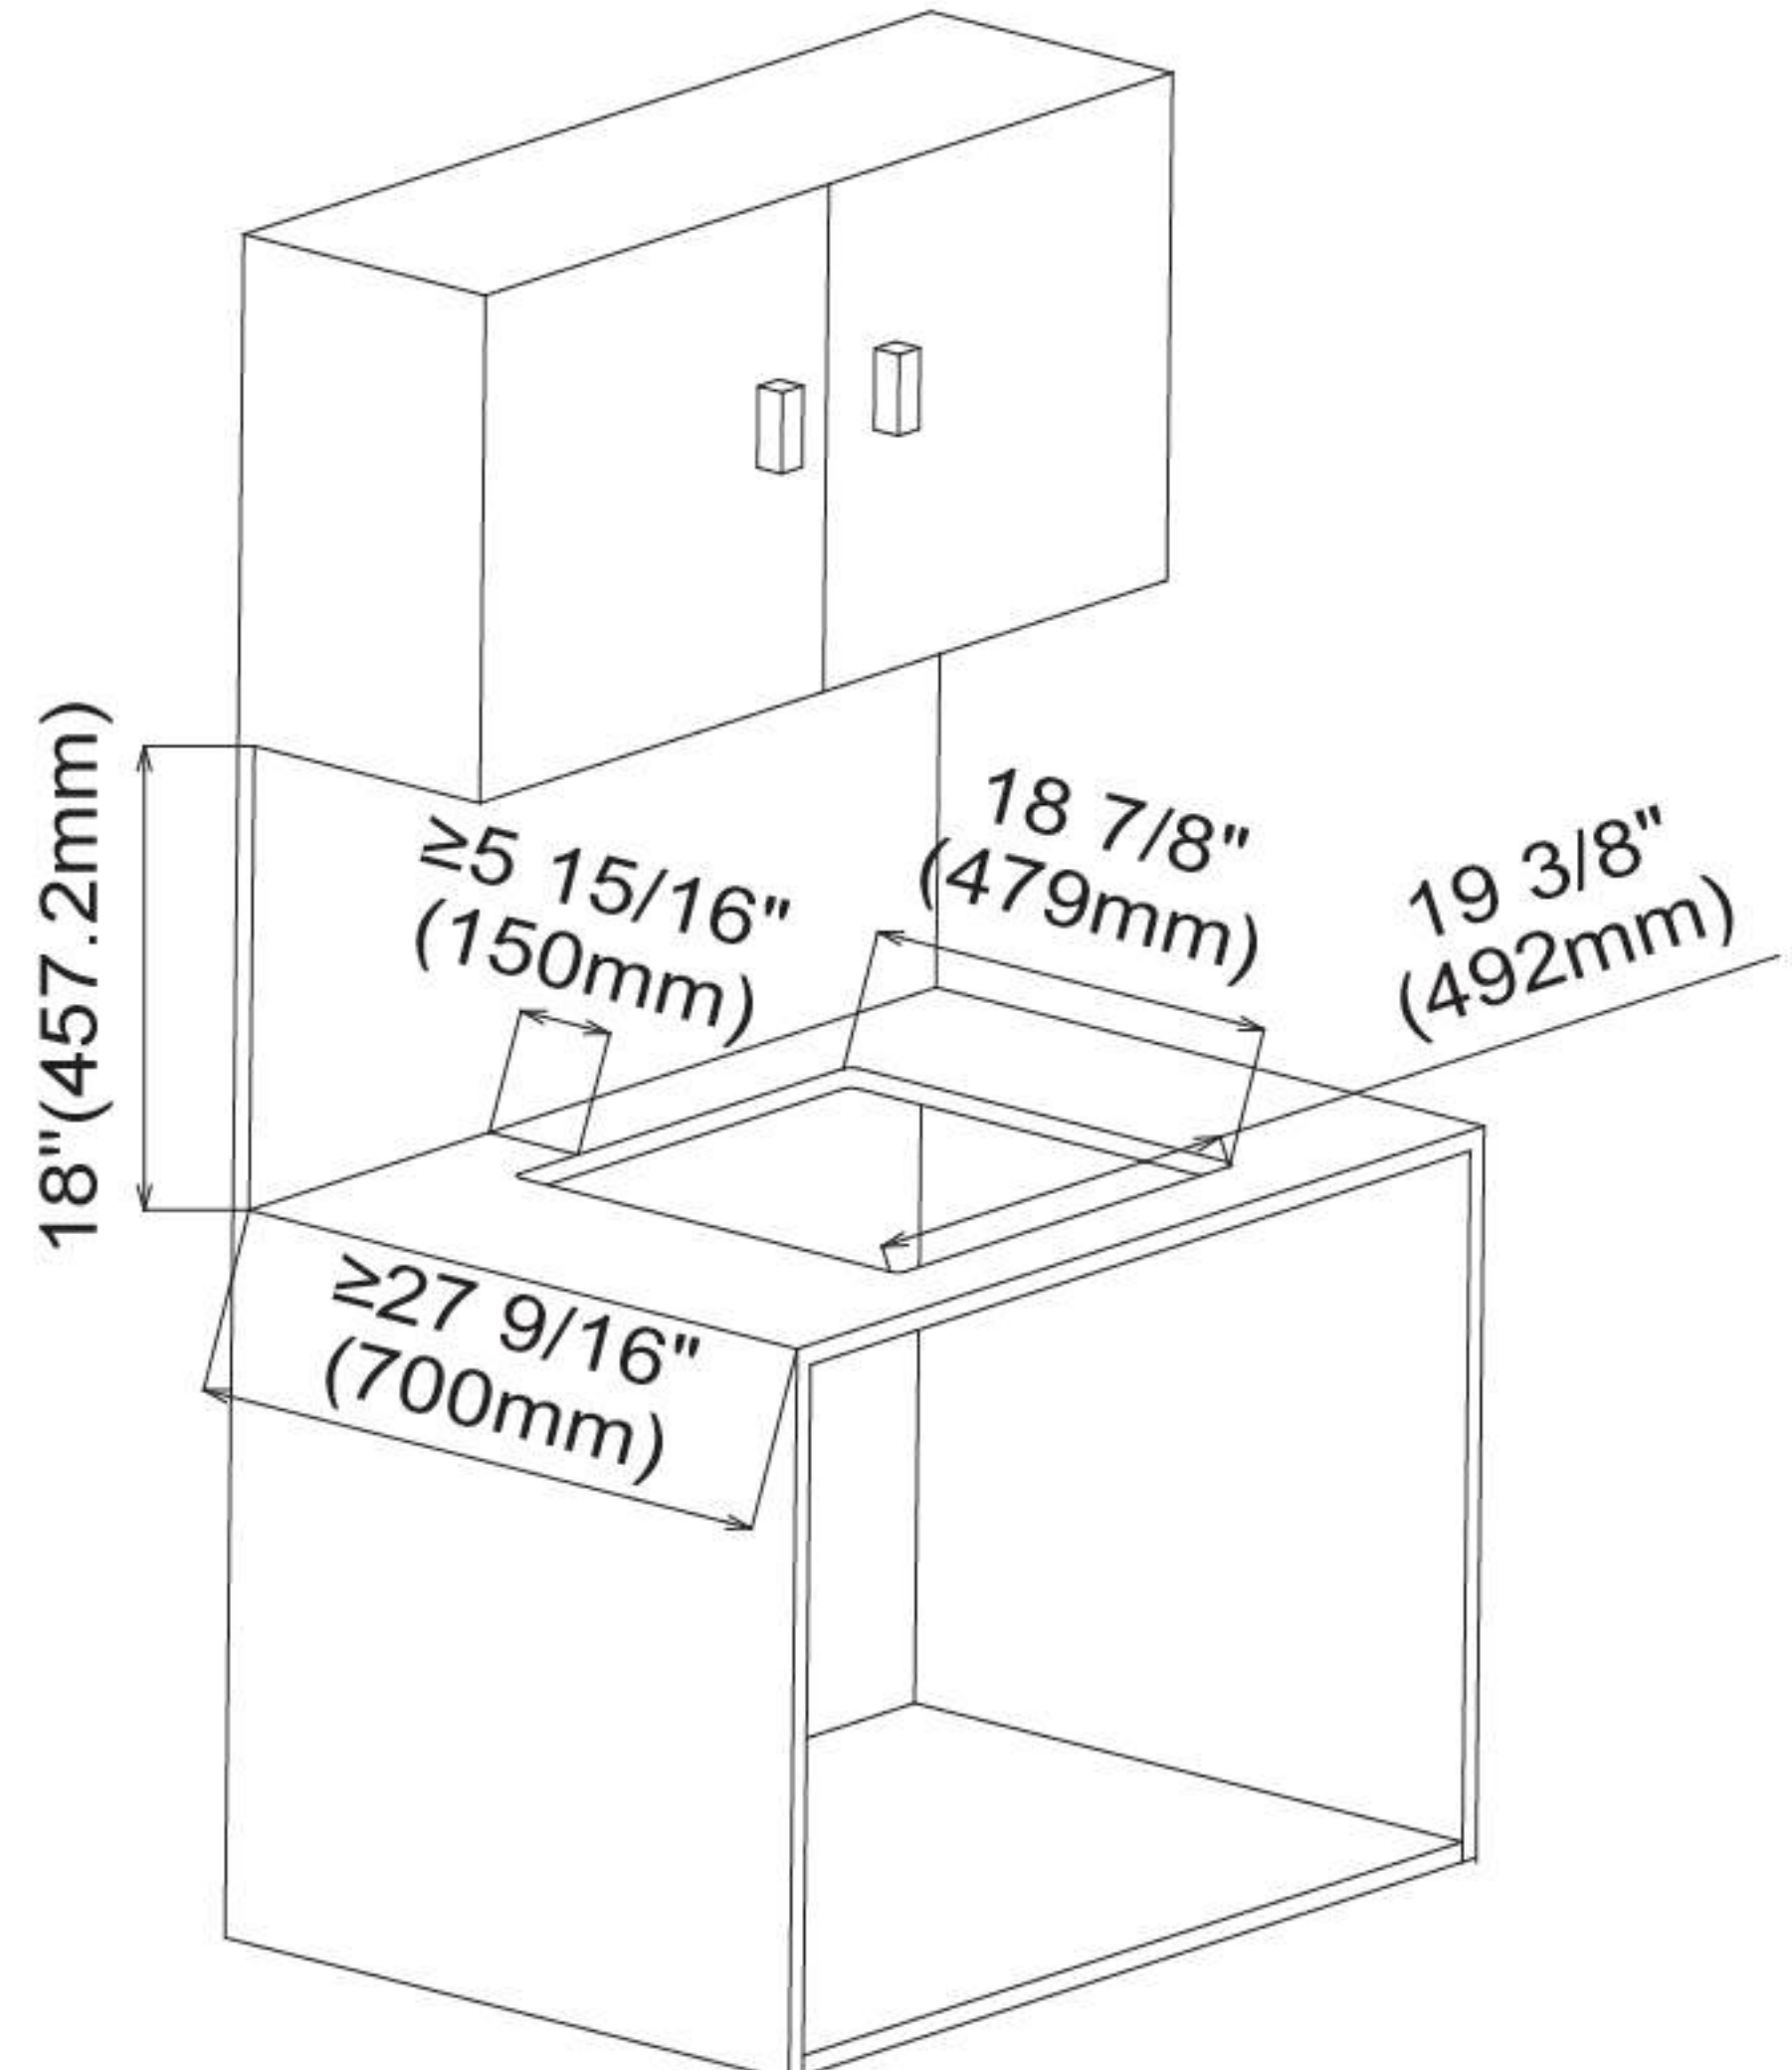

图1
- 9、当您安装的橱柜上方有吊柜时，开孔离墙面需保持一定的距离。当吊柜到台面距离为18in(457.2mm)时，开孔前边沿距离墙面≥5 15/16"(150mm)，橱柜台面深度≥27 9/16"(700mm)，如下图1所示；当吊柜到台面距离为19in(482.6mm)时,开孔前边沿距离墙面≥2 13/16"(70mm)，橱柜台面深度≥24 7/16"(620mm),如下图2所示。